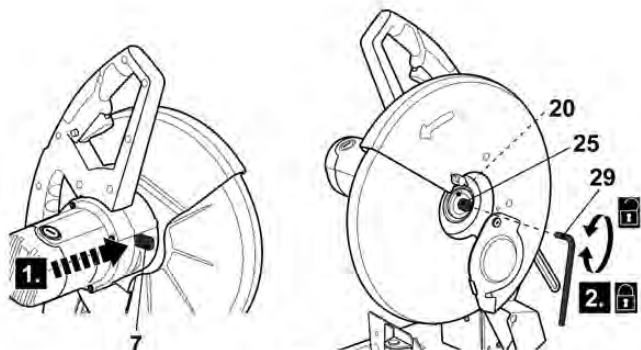

Fig. 14
- > Coloque la arandela en el perno de bloqueo (25) y apriételo manualmente girándolo en sentido horario en el husillo (20).
- > Presione el botón de bloqueo del husillo (7) para acoplar su pasador en uno de los orificios de la brida de apoyo (21), a través del agujero de la protección inferior (6).
- > Apriete el perno de bloqueo (25) girándolo en sentido horario en el husillo (20) con la llave hexagonal (29) (Fig. 14). Después, suelte el botón de bloqueo del husillo (7).